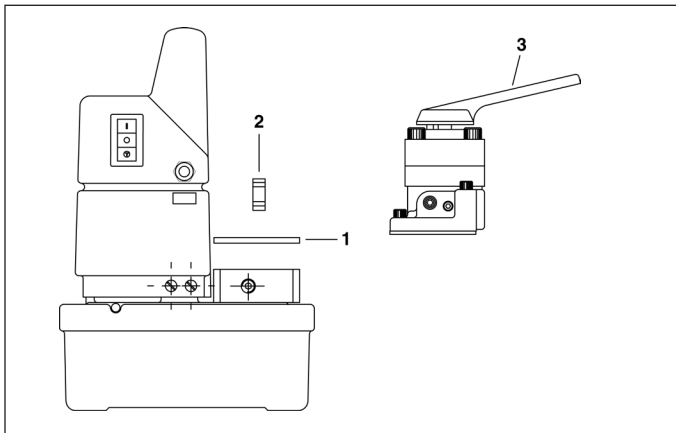

Abbildung 5
4.2 Montageanleitung (Abbildung 5)